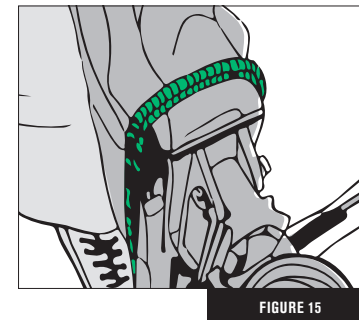

FIGURE 15
3. Placez le centre de la corde d'armement dans la rainure de corde. (Fig. 15)